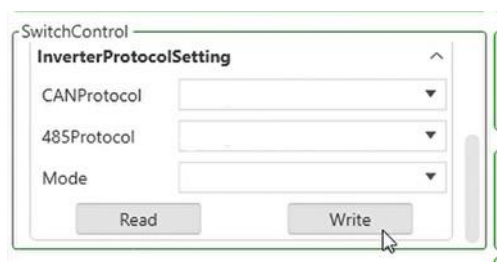

Figura 6-6 Campo “Switch Control” no Software.
Passo 3.3: No campo “Switch Control”, procure por “InverterProtocolSetting”. Em seguida, selecione os protocolos (Figura 6-6) de acordo com o Inversor, conforme Tabela 6-1: